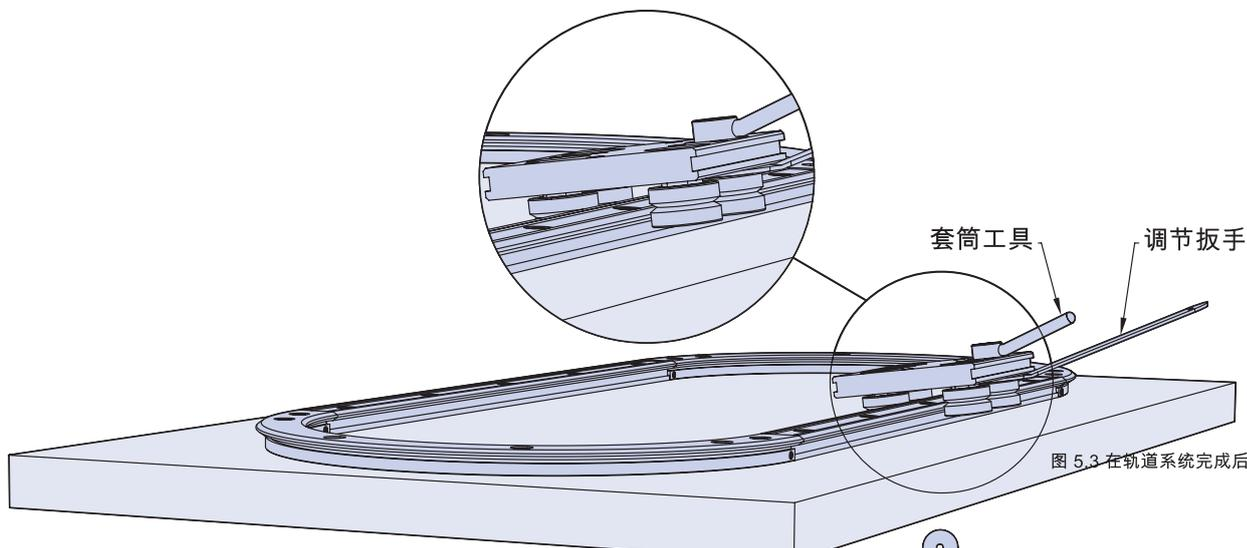

图 5.3 在轨道系统完成后装配的承载滑座
5.3 第二种方式是,在轨道系统完成后,调节承载滑座板将其安装到滑道上。此工作接通过套筒工具和调节扳手完成,如图 5.3 所示。如果使用这种方式安装承载滑座板,则安装的所有润滑装置都必须在组装之前卸下。